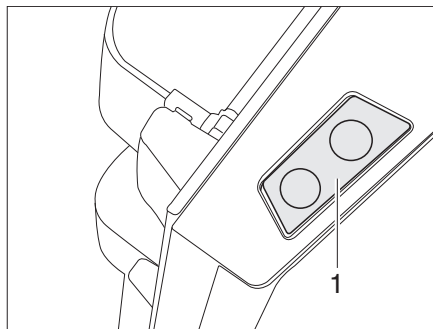

Fig. 328 Touche de déverrouillage de la porte du réfrigérateur (Dometic Série 8)
- Appuyer sur la touche de déverrouillage (Fig. 328,1) et ouvrir le réfrigérateur.